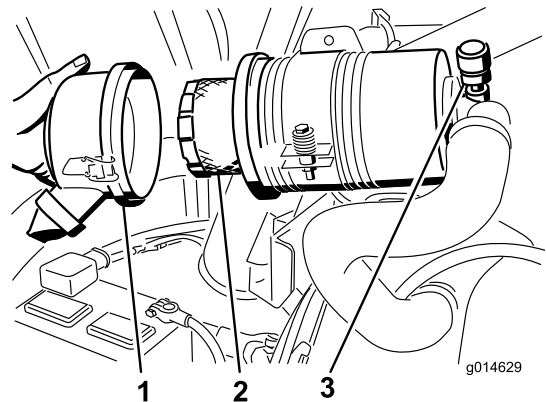

Figure 74
3. Déposez et remplacez le filtre (Figure 74).